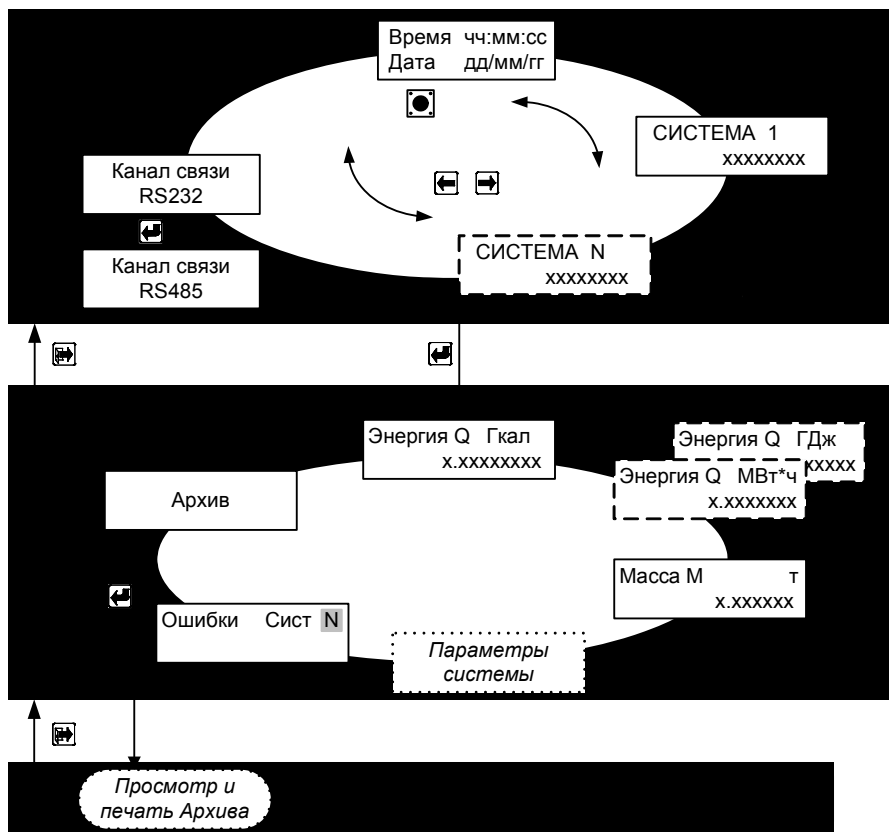

Рис. 7.2
7.3.3 Порядок перехода между окнами режима «Рабочий» изображён на рис. 7.2.
Рис. 7.2а